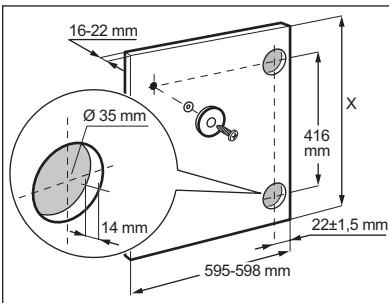

Fig. 3
- l'altezza **X** dipende dall'altezza della base del mobile adiacente (Fig. 3).